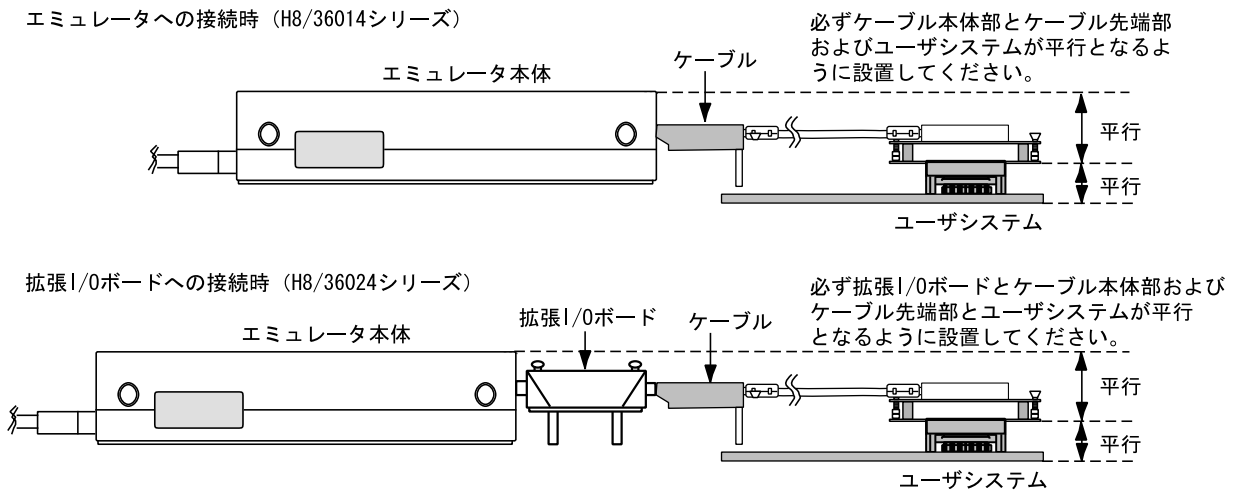

図11 設置例
- (1) ユーザシステムへの接続時には1ピン位置に十分注意して、誤接続は絶対にしないでください。
- (2) 本ユーザシステムインタフェースケーブルを使用する場合の推奨マウントパッド寸法は、MCU実装用マウントパッド寸法とは異なりますので注意してください。
- (3) 本ユーザシステムインタフェースケーブルは、HS3664EPI61Hエミュレータ専用ですので、他のエミュレータ本体には使用しないでください。
- (4) ケーブル本体部が断線する可能性がありますので、本ユーザシステムインタフェースケーブルの上に重いものや金属等の角の尖ったものを置かないでください。
- (5) ユーザシステムに接続した状態では、ユーザシステムインタフェースケーブル、特にケーブル先端部に無理な力が加わらないように注意する必要があります。図11の設置例を参照してご使用ください。